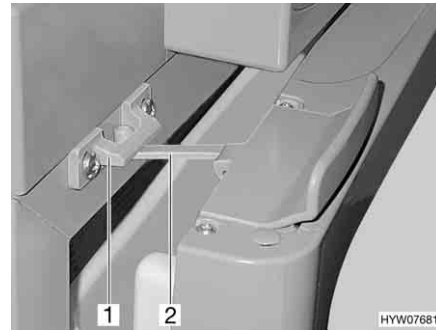

Fig. 174 Porte du réfrigérateur en position de ventilation (Thetford)
■ Ouvrir le verrouillage (Fig. 174,2) et l'enclencher dans le logement de verrouillage (Fig. 174,1). La porte du réfrigérateur reste ainsi légèrement ouverte.